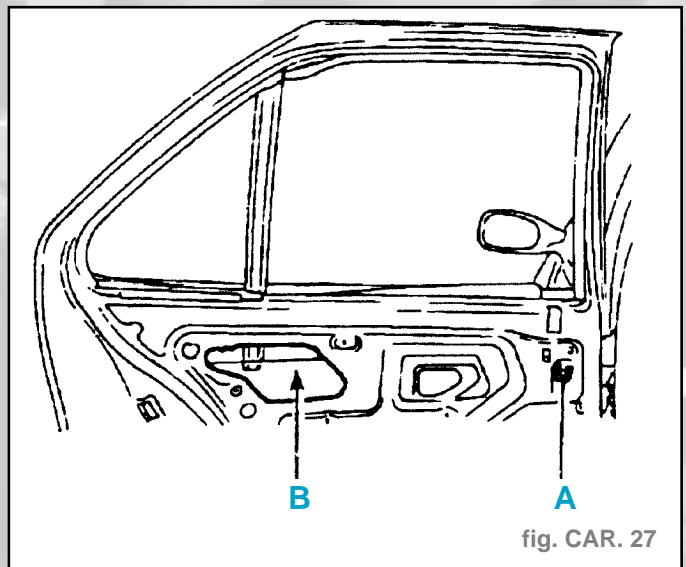

fig. CAR. 27
- Dégrafer l'agrafe (4) (fig. CAR. 27).
- Sortir l'ensemble mécanisme et tringles par l'ouverture (B) en le basculant vers le bas de porte (fig. CAR. 27).